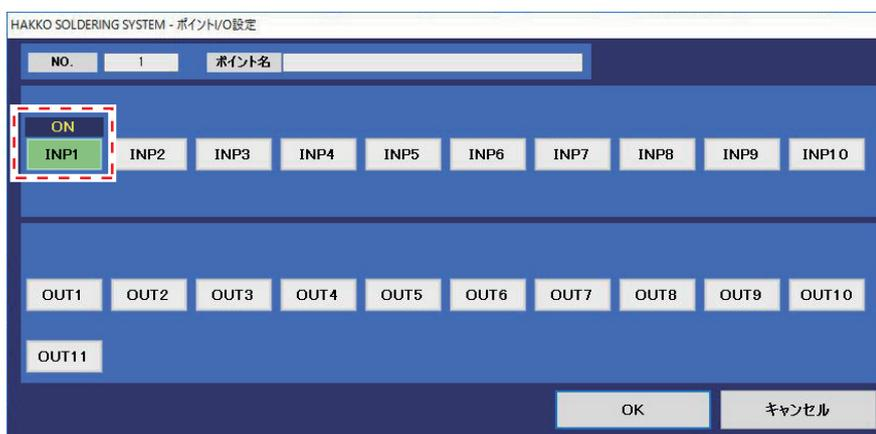

図 7-102
- 設定例) 1 ポイント目：外部機器から INPUT1 へ入力信号が ON (図 7-102 参照)